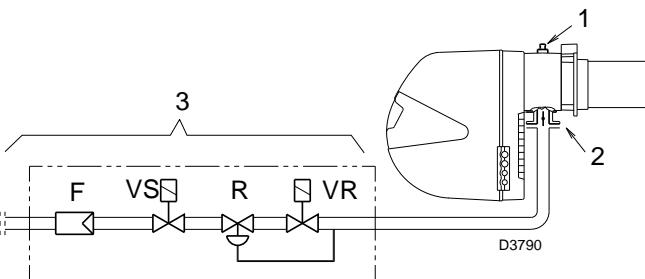

Fig. 21
Presión del gas medida en la toma 1)(Fig. 21), con cámara de combustión a 0 mbar;
Pérdida de carga válvula de mariposa del gas 2)(Fig. 21) con abertura máxima: 90°.
Pérdida de carga rampa de gas 3)(Fig. 21) comprende:
- restar a la presión del gas en la toma 1)(Fig. 21) la presión de la cámara de combustión.
$$\begin{array}{lcl} \text{Presión de gas en la toma 1)(Fig. 21)} & = & 14,1 \text{ mbar} \\ \text{Presión en la cámara de combustión} & = & 2 \text{ mbar} \\ 14,1 - 2 & = & 12,1 \text{ mbar} \end{array}$$
En cambio, para conocer la presión de gas necesaria en la toma 1)(Fig. 21), una vez fijada la potencia MÁX a la que se desea que funcione el quemador:
- Leer a la derecha, columna 1, la presión en la toma 1)(Fig. 21).
presión necesaria para la toma 1)(Fig. 21).